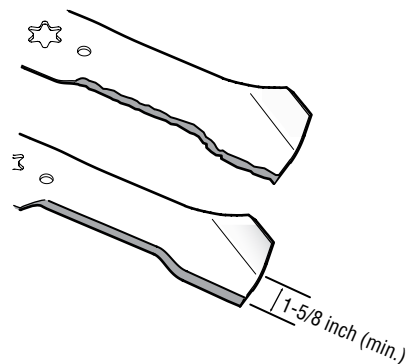

Figura 4-17
**IMPORTANTE:** Si el borde cortante de la cuchilla ya ha sido afilado hasta 1-5/8" del borde, o si existe una separación de metal, reemplace las cuchillas por otras nuevas. Consulte la Figura 4-17.